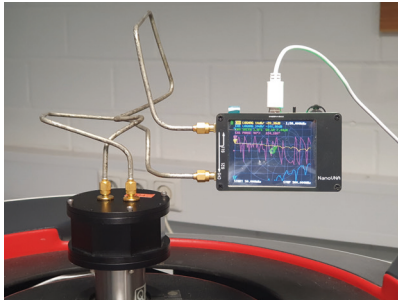

Abb. 1
Bei der Untersuchung von Proben mittels Rasterelektronenmikroskopie kann es eine große Rolle spielen, ob die Probe leitfähig ist. Leitfähigkeit können wir zum Beispiel durch Aufspütern einer Metallschicht (z.B. Gold oder Platin) erreichen. Das hat unter anderem den Vorteil, dass man bei organischen Proben (also Proben die größtenteils Kohlenstoff enthalten) hohe Sekundärelektronenausbeuten bekommen und somit eine bessere Auflösung erzielen kann, weil metallische Schichten stärker streuen. Schematisch ist das in Abbildung 1 anhand der Anregungsbirne dargestellt. In (a) sehen wir die Anregungsbirne in einem schwach streuenden Material – sie ist recht groß und dringt tief ein, d.h. wir haben einen großen Bereich aus dem die Sekundärelektronen (SE) kommen, die unser Bild liefern sollen. Wird die Probe aber mit Gold (b) beschichtet, kann die Anregungsbirne viel kleiner sein. Somit kommen die Sekundärelektronen aus einem kleineren Bereich und man erhält eine bessere Auflösung und ein schönes Bild der Probenoberfläche.
(EDX) untersucht werden, ist das nicht unbedingt die richtige Wahl. Hier wollen wir die Information aus der Probe bekommen und nicht aus der Oberfläche. Zum einen muss der Elektronenstrahl durch die leitfähige Schicht dringen können, um die Röntgenstrahlen im eigentlichen Probenmaterial zu erzeugen, zum anderen sollte die leitfähige Schicht die Röntgenstrahlen nicht am Austreten hindern – sie sollen ja vom Detektor registriert werden. Dichte, stark streuende Materialien, wie Gold oder Metalle allgemein, könnten also das Röntgensignal verringern oder im schlimmsten Fall komplett schlucken. Stattdessen könnten wir eine dünnere Metallschicht aufbringen Abb. 1(c), so dass noch einige Röntgenstrahlen (in blau dargestellt) hindurch kommen. Ein Nachteil ist, dass Röntgensignale an sich oft schon sehr schwach sind und man eine hohe Zählrate benötigt, um eine sinnvolle Messung durchführen zu können. Man möchte also möglichst wenig Signal verlieren. Außerdem ist der Goldpeak im Röntgenspektrum oft störend, je nachdem welches Material man in seiner Probe zu finden erhofft – denn wir werden natürlich auch ein Röntgensignal der Goldschicht bekommen.
Abb. 1 Schematische Darstellung: (a) unbeschichtet, schwach streuendes Probenmaterial, breite Anregungsbirne. (b) Goldbeschichtete Probe, Anregungsbirne klein in Goldschicht, gute Auflösung im SE-Bild, Röntgensignal nur aus Goldschicht. (c) dünne Goldschicht, Röntgensignal aus Probe wird von Goldschicht geschluckt.